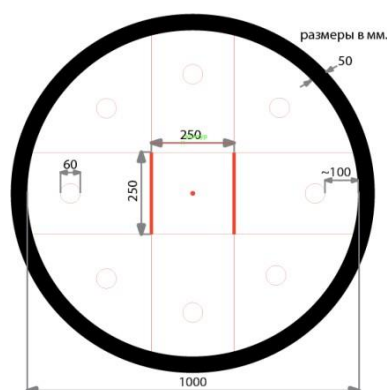

Рис.1.2. Поле «Кегельринг»
2. Поле «Кегельринг» (рис. 1.2)